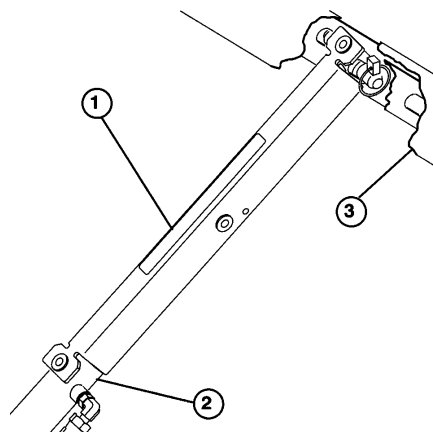

Fig. 24
3. Skyv støtten inn på sylindrestangen, pass på at støtteendeklaffene hviler mot enden av sylinderskaftet og mot sylindrestangens ende (fig. 24).